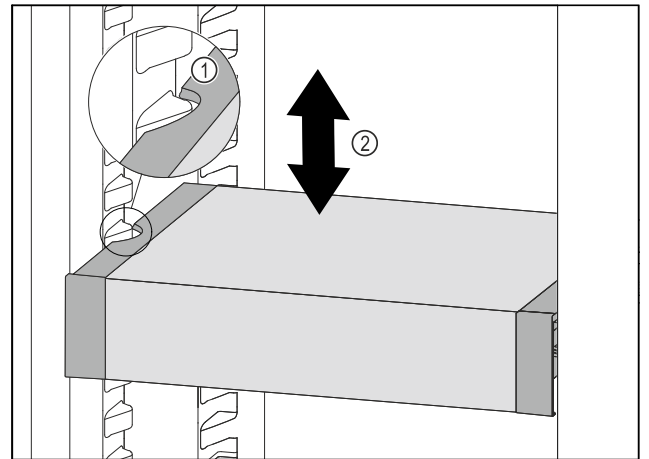

Fig. 133
- ▶ Vedä VarioSafe-laatikkoa ulospäin, kunnes VarioSafen sivuilla olevat lovet ovat jääkaappiosassa olevien kotelokiilojen tasolla. Fig. 133 (1)
- ▶ Siirrä VarioSafe-laatikkoa ylös- tai alaspäin jääkaappiosassa haluttuun korkeuteen. Fig. 133 (2)